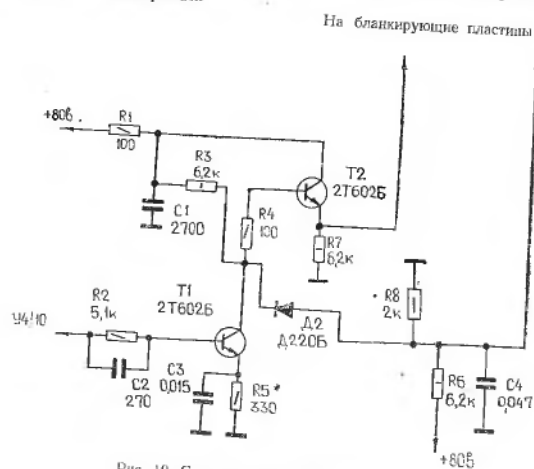

Рис. 10. Схема управления лучом ЭЛТ.
5. 2. 11. Схема управления лучом ЭЛТ (рис. 10) формирует импульсы, предназначенные для коммутации луча во время прямого и обратного хода. Она включает в себя усилитель на транзисторе T1 и электронный ключ на транзисторе T2.